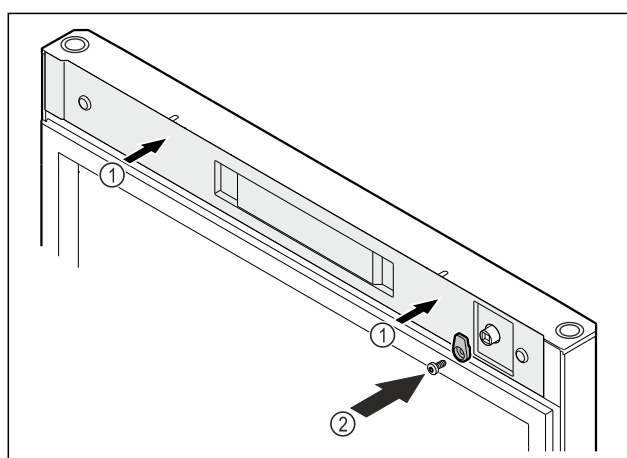

Fig. 55
- Afdekking plaatsen Fig. 55 (1).
- Sluithaak vastschroeven Fig. 55 (2).